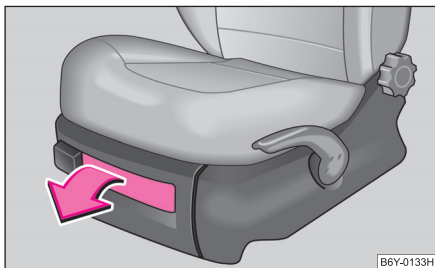

Fig. 98 Scaun față: Compartimentul de depozitare
- Pentru deschiderea capacului, apăsați pe încuietoare și trageți capacul ⇒ fig. 98.